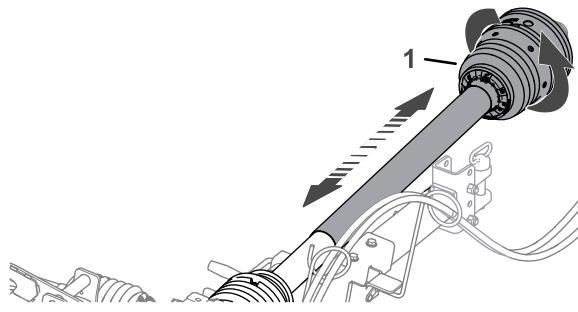

Figura 16
2. Ruotate la metà anteriore della protezione dell'albero della PDF di un giro completo (Figura 16).
3. Avvicinate e allontanate la metà anteriore della protezione dell'albero della PDF per garantire un libero movimento (Figura 16).